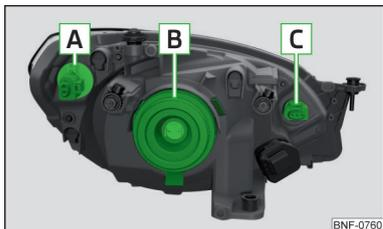
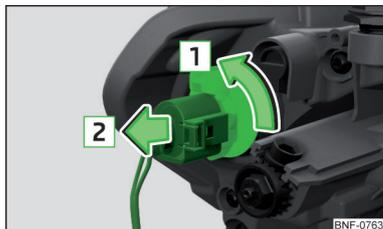

Fig. 140
Fig. 143
Emplacement des ampoules » fig. 140
- Tournez la douille avec l'ampoule **C** » fig. 140 à la page 144 dans le sens de la flèche **1** » fig. 142 jusqu'en butée.
- Tournez la douille avec l'ampoule **A** » fig. 140 à la page 144 dans le sens de la flèche **1** » fig. 143 jusqu'en butée et enlevez-la.